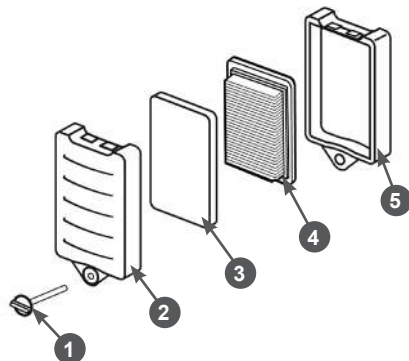

Рис. 11. Обслуживание воздушного фильтра
1. Открутите болт 1 и снимите крышку 2 воздушного фильтра (Рис. 11).
2. Извлеките предварительный поролоновый 3 и основной бумажный 4 фильтрующие элементы (Рис. 11).
4. При незначительном загрязнении промойте предварительный поролоновый фильтрующий элемент 3 (Рис. 11) теплым мыльным раствором и просушите. Поврежденный или сильно загрязненный поролоновый фильтрующий элемент замените.
Бумажный фильтрующий элемент 4 (Рис. 11) не подлежит очистке, необходима его замена. Не продувайте основной бумажный фильтрующий элемент сжатым воздухом, не промывайте его в бензине и других растворителях.
5. Произведите очистку крышки 2 и корпуса 5 воздушного фильтра, не допуская попадания пыли и грязи в воздухопровод, ведущий к карбюратору (Рис. 11).